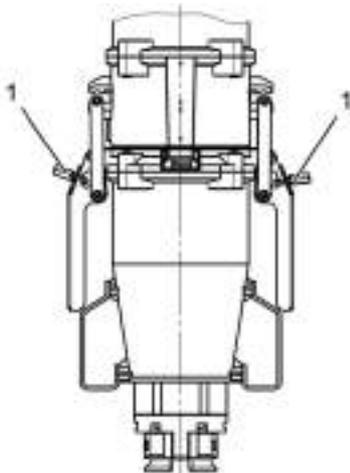

Abb.63: Verschlusshebel sichern
4. Verschlusshebel mit einem Vorhängeschloss sichern (Abb. 63 /1).